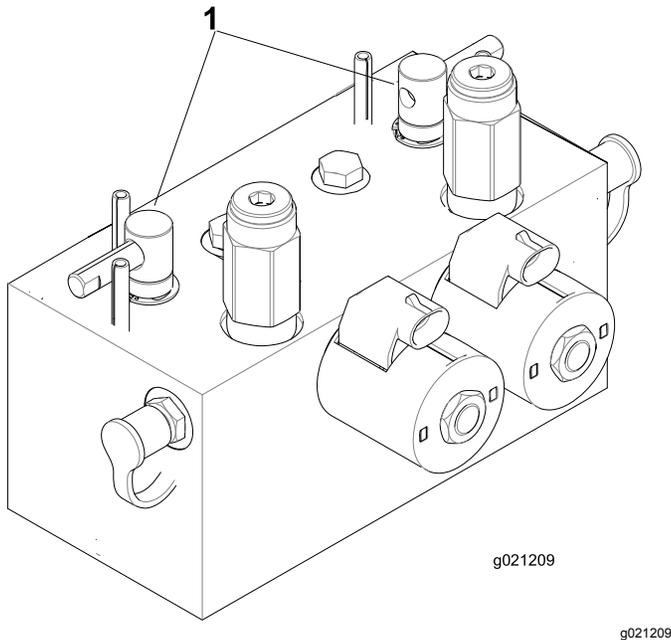

Figure 106
2. Déverrouillez le capot et soulevez-le pour exposer les leviers de rodage (Figure 106).
5. Sélectionnez les leviers de rodage avant, arrière ou les deux pour déterminer les unités qui doivent être rodées (Figure 106).